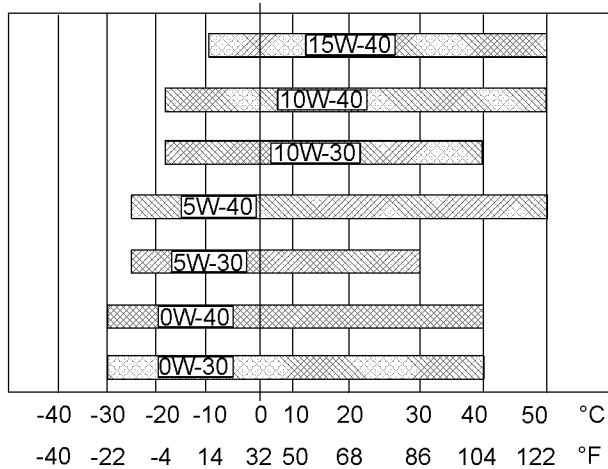

Abbildung 38
Zur Bestimmung der notwendigen Ölviskosität zum Starten eines kalten Motors siehe Abbildung 38 (minimale Temperatur).
Zur Bestimmung der notwendigen Ölviskosität für den Motorbetrieb bei der höchsten zu erwartenden Umgebungstemperatur siehe Abbildung 38 (maximale Temperatur).
- Siehe die entsprechenden "Schmierstoffviskositäten". Siehe die entsprechende Abbildung 38, um den richtigen Viskositätsgrad für den Motor zu bestimmen.